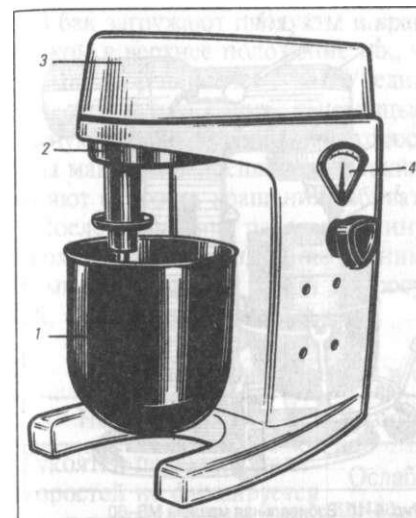

Рис. 6-9. Взбивальная машина МВ-6
**Взбивальная машина МВ-6 (рис. 6-9).** Машина используется главным образом в холодном цехе для приготовления сливок, муссов, майонеза и других изделий. Состоит она из корпуса с крышкой, бачка, устанавливаемого на кронштейне, и взбивальных инструментов, получающих планетарное движение от привода.